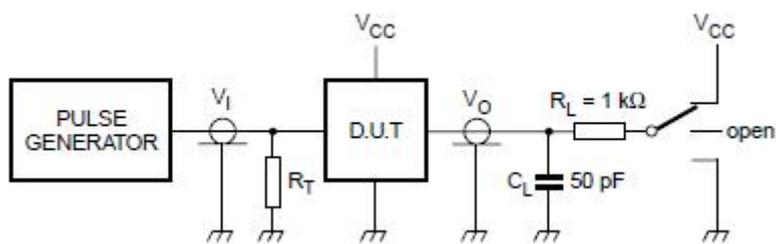

图 6.测试开关速度的负载电路
**3.3.3 交流参数 1** (Tamb=25°C, GND=0, tr=tr=6.0ns, CL=50pF, 见图 6)
**3.3.4、交流参数 2** (Tamb= -40~+85°C, GND=0, tr=tr=6.0ns, CL=50pF, 见图 6)